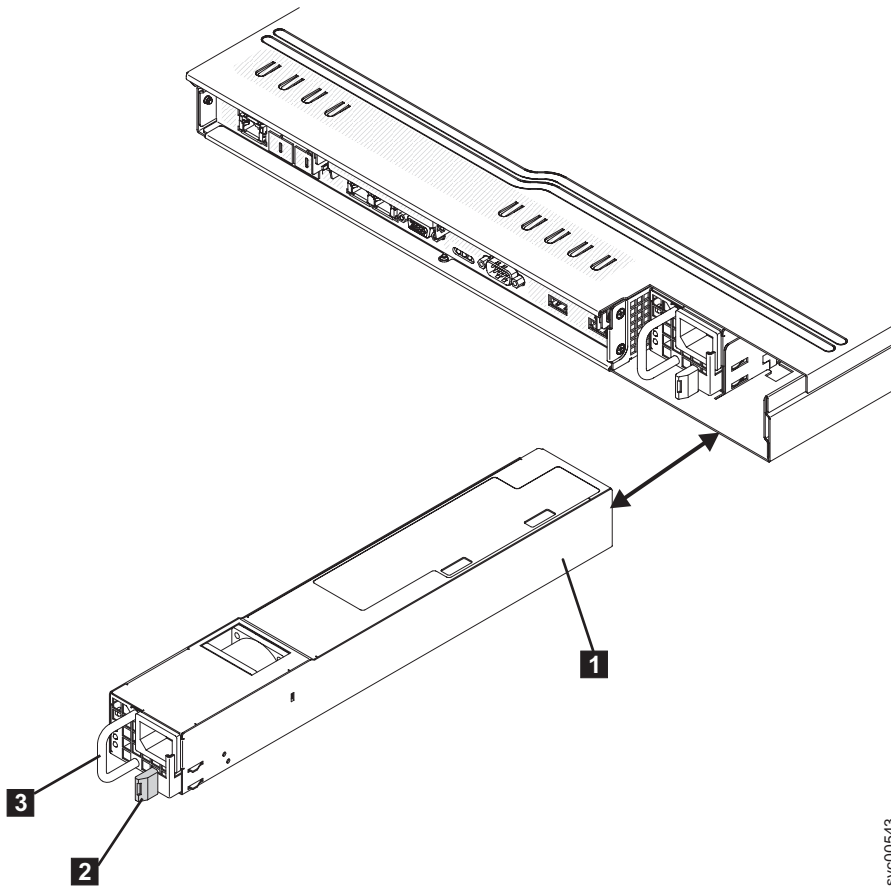

図 146. SAN ボリューム・コントローラー 2145-CG8 または 2145-CF8 電源機構
5. 電源機構を取り外すには、解放タブ **2** を左方に押し、そのまま保持します。電源機構の背面のハンドル **3** をつかみ、図 146 に示すように、電源機構をノードから引き出します。